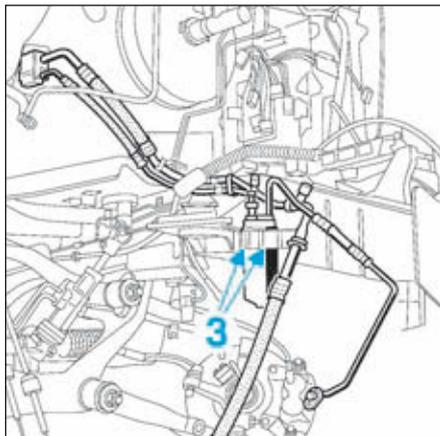

FIG.13
- Déposer les deux vis de fixation (3) du support de la bouteille (Fig.13).